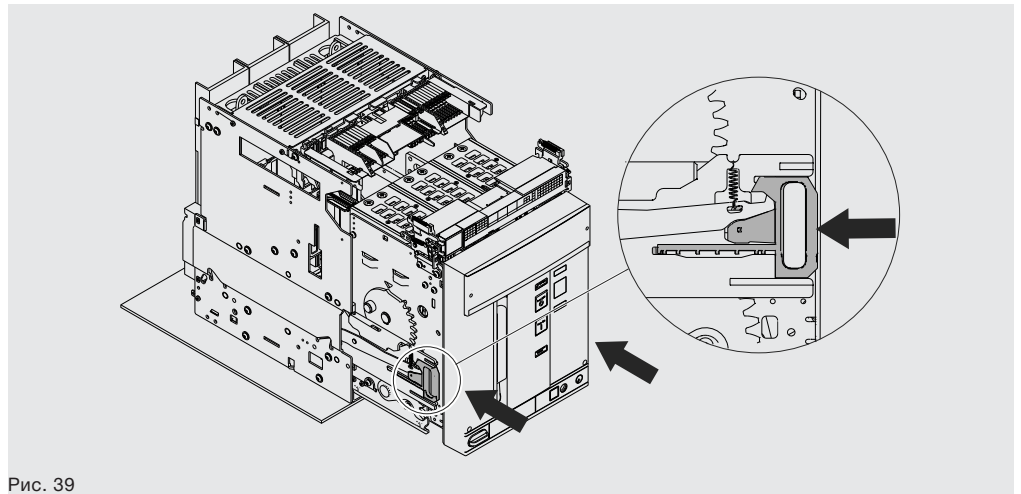

Рис. 39
6. Возьмитесь за направляющие рычаги фиксированной части и задвинуть их внутрь, пока подвижная часть не остановится. См. Рис. 39.